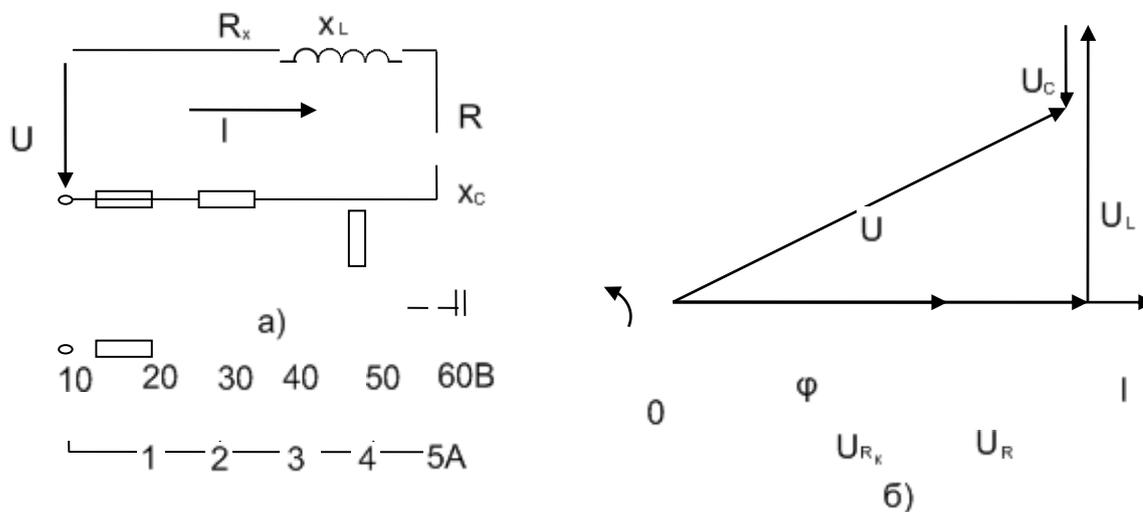

Рис.81
**Пример 2.** Активное сопротивление катушки  $R_k=6$  Ом, индуктивное  $x_L=10$  Ом. Последовательно с катушкой включено активное сопротивление  $R=2$  Ом и конденсатор сопротивление  $x_c=4$  Ом ( рис. 81,а). К цепи приложено напряжение  $U=50$  В (действующее значение). Определить: 1) полное сопротивление цепи; 2) ток; 3) коэффициент мощности; 5) активную, реактивную и полную мощности; 5) напряжения на каждом сопротивлении. Начертите в масштабе, векторную диаграмму цепи.
Построение векторной диаграммы начинаем с выбора масштаба для тока и напряжения. Задаем масштаб по току: в 1 см – 1,0 А и масштаб по напряжению: в 1 см – 10 В. Построение векторной диаграммы (рис. 81, б) начинаем с вектора тока, который откладываем по горизонтали в масштабе  $\frac{5\text{А}}{1\text{а/см}} = 5 \text{ см}$